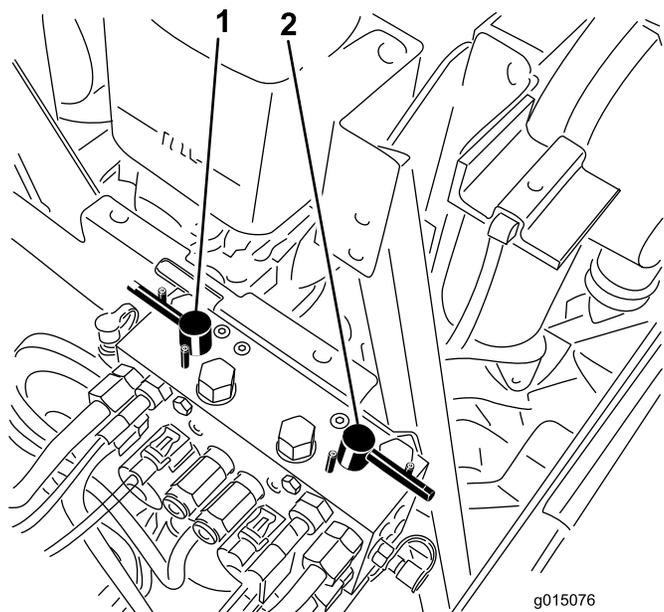

Figura 105
4. Selecione as alavancas de retificação dianteiras, traseiras ou ambas para determinar quais as unidades a retificar (**Figura 105**).